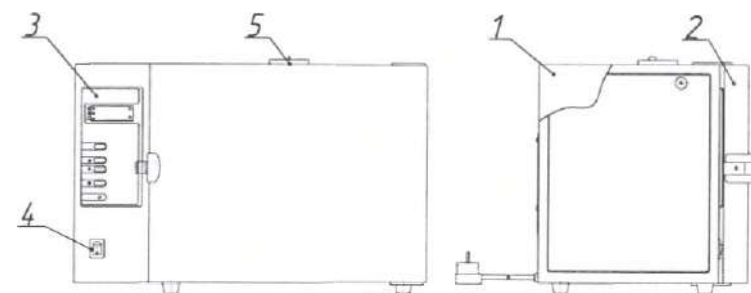
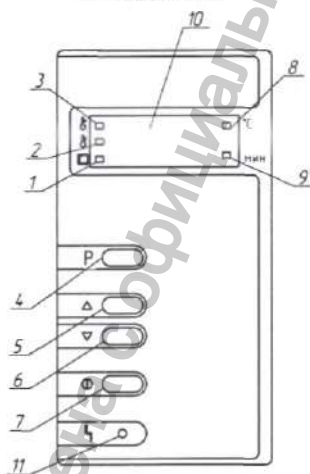

Рисунок 1. Общий вид ШСвЛ-80-«Касимов» КИУС.941729.003-05.
Рисунок 3. Блок управления.
Установить выключатель (поз. 4, рис. 1, 2) в положение "I". На блоке управления загорится индикатор (поз. 8, рис. 3), информационное табло (поз. 10, рис. 3) отображает текущую температуру в камере.
Для выбора режима, нажать на кнопку "P" (поз. 4, рис. 3) и выбрать нужный, путем нажатия на одну из кнопок "Δ", "∇" (поз. 5, 6, рис. 3).
Для запуска выбранного режима, кратковременно (не более 2 сек), нажать на кнопку "I" (поз. 7, рис. 3). Шкаф перейдет в фазу «НАГРЕВ», начнет мигать индикатор "НАГРЕВ"/"ВЫДЕРЖКА" (поз. 3, рис. 3). Информационное табло индицирует изменение температуры в камере. Происходит нагрев до установленного значения температуры.
В фазе «ОХЛАЖДЕНИЕ» индикатор продолжает показывать изменение температуры в камере и горит индикатор "ОХЛАЖДЕНИЕ" (поз. 2, рис. 3). Температура в камере падает. При понижении температуры до 75 °C гаснет индикатор "ОХЛАЖДЕНИЕ", загорается индикатор "ВЫГРУЗКА" (поз. 1, рис. 3) и звучит прерывистый звуковой сигнал, который выключается через 1 минуту.
2.3.2 Установить выключатель (поз. 4, рис. 1, 2) в положение " I ". На блоке управления загорится индикатор (поз. 8, рис. 3), информационное табло (поз.10, рис. 3) показывает текущую температуру в камере.
2.3.3 В алгоритм работы шкафов, заложена возможность автоматического запуска прерванного (в результате кратковременного пропадания питающего напряжения) цикла. Если после включения произошел автоматический запуск цикла, то для его остановки необходимо нажать на кнопку "⓪" (поз. 7, рис. 3) и удерживать её в течение 3 секунд.
2.3.4 Для выбора режима, необходимо нажать на кнопку "P" (поз. 4, рис. 3) (на информационном табло попеременно отображаются установленная температура и время выдержки) и выбрать требуемый, путем нажатия на одну из кнопок "Δ" или "∇" (поз. 5, 6, рис. 3). Для выбора доступны два предустановленных заводом-изготовителем режима работы (таблица 1). Запуск цикла осуществляется коротким (не более 2 сек) нажатием кнопки "⓪".
2.3.5 Шкаф запоминает в энергонезависимой памяти последний запущенный режим. Для его повторного запуска можно сразу нажать на кнопку "⓪" (поз. 6, рис. 3), не производя выбор вновь.
После перехода в состояние редактирования режима начнет мигать индикатор температуры (поз. 8, рис. 3). Нажатием на кнопки «Δ» и «∇» установите нужное значение температуры.
После установки требуемой температуры, для перехода к заданию времени выдержки, необходимо удерживать нажатой кнопку «P» в течении 3-х секунд. Начнет мигать индикатор времени (поз. 9, рис. 3). Нажатием на кнопки «Δ» и «∇» установите нужное значение времени выдержки.
2.3.8 При достижении заданной температуры, шкаф переходит в фазу «ВЫДЕРЖКА». Включается светодиодный индикатор " ВЫДЕРЖКА " (поз. 3, рис. 3),
2.3.9 В фазе «ОХЛАЖДЕНИЕ» индикатор продолжает показывать изменение температуры в камере и горит индикатор "ОХЛАЖДЕНИЕ" (поз. 2, рис. 3). Температура в камере падает.
2.3.10 При понижении температуры до 75 °C гаснет индикатор "ОХЛАЖДЕНИЕ", загорается индикатор "ВЫГРУЗКА" (поз. 1, рис. 3) и звучит прерывистый звуковой сигнал (в течении 1 минуты), после чего можно открыть дверь и произвести выгрузку.
2.3.11 По окончании работы установить сетевой выключатель в положение "O" (поз. 4, рис. 1, 2).